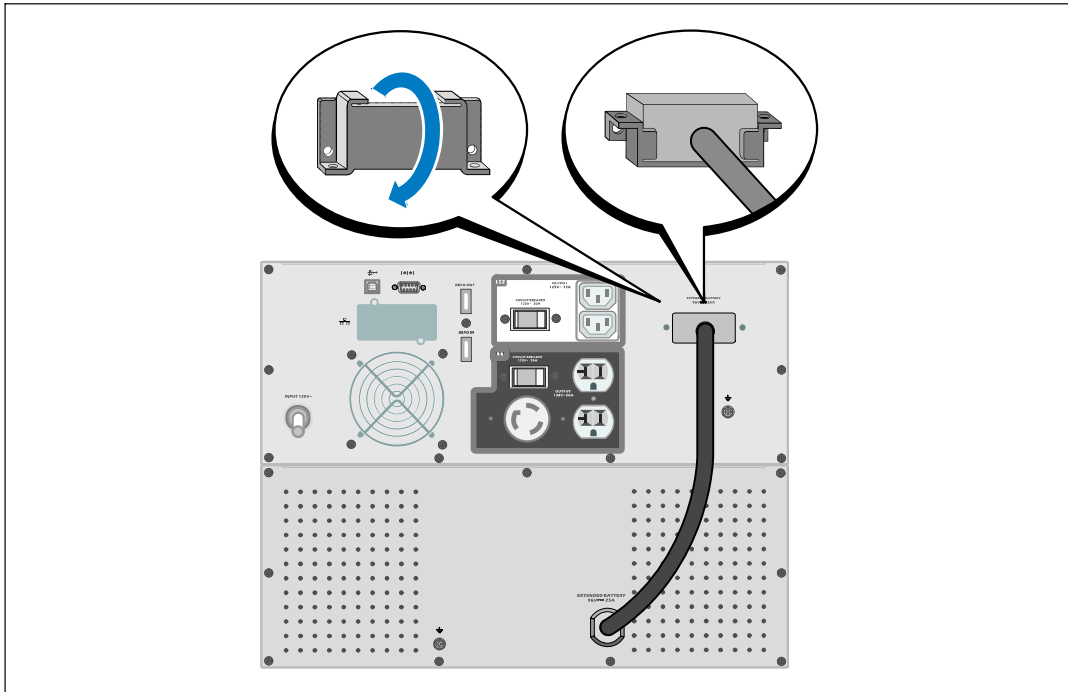

Figura 16. Cómo instalar el soporte del tubo pasacables
- 2 Instale la cubierta del conector de la batería debajo del cable del EBM para proporcionar un tubo pasacables (consulte la Figura 16).